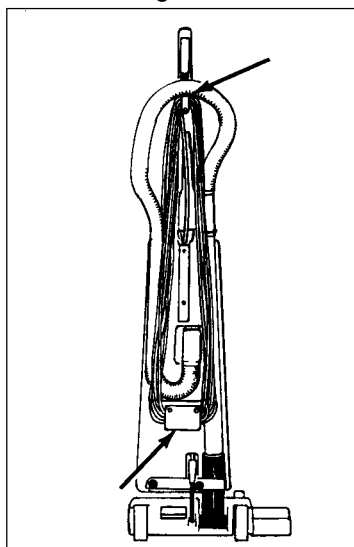

Figure 7
**The Cord Storage Hooks** (See figure 7)
### **Crochets pour l'enroulement du câble d'alimentation** (Voir figure 7)